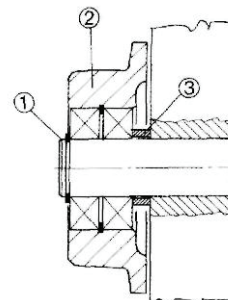
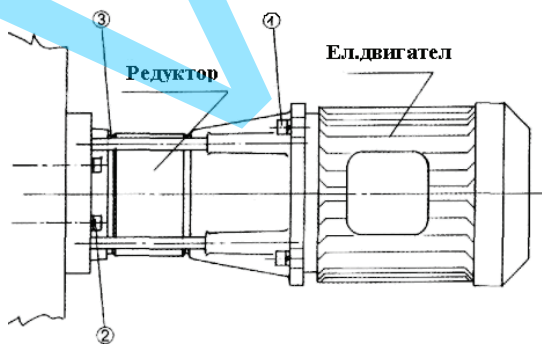

Рис. 4
Рис. 5
**Демонтаж:** Удалите кольцо 1, тяните колесо 2 с помощью приспособления для вынимания. Рис. 4, стр. 31
**Монтаж:** Сверьте положение дистанционного элемента 3, монтируйте колесо 2, и поставьте стоп-кольцо 1. Рис. 4, стр. 31
**Демонтаж:** Тельферная тележка с колесами 125 и 155: Расслабьте болты 3 шпилек и выньте двигатель. Рис. 5
**Монтаж:** Тельферная тележка с колесами 125 и 155: Монтируйте двигатель и снова затяните болты 3 шпилек. Рис. 5
**Демонтаж каната:** удалите клин (рис.4) и затем достаньте конец каната из гнезда и вытяните канат из роликов крюка и обр. ролика, при наличии такового. Размотайте полностью канат из барабана, нажав кнопку „Вниз” на командном прерывателе, до конца барабана. Расслабьте закрепляющие винты из скобы каната (рис.5).
**Установка нового каната:** вставьте канат в последнюю скобу, дав возможность концу каната вылезти на около 40 мм; затяните винты планки (рис.5, деталь 1), прижимая канат, пока винты не затянутся сильно. Нажмите кнопку „Вверх” на командном прерывателе, намотайте канат примерно до середины барабана, чтобы можно было монтировать кольцо канатоукладчика.